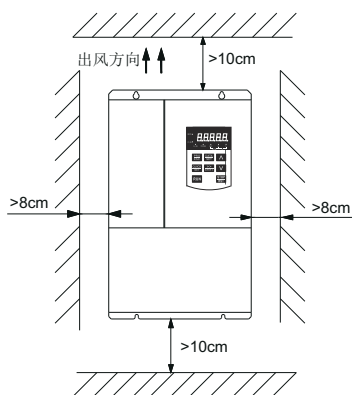

图3-1 变频器安装间隔距离
变频器一般采用垂直安装，以利于空气流通散热。变频器周围应参照图3-1所示留出足够的安装间隙距离。
- 1) 安装空间要求如图3-1所示，需保证变频器有足够的散热空间。预留空间时请考虑柜内其它器件的散热情况。